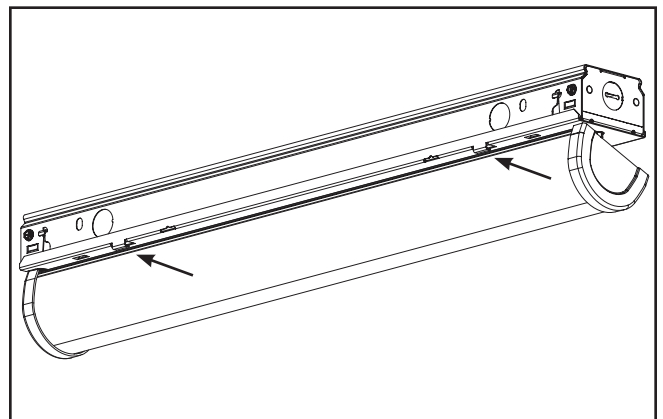

Figura 2.
2. Asegure un lado de la lente a la luminaria deslizándola a lo largo de la cubierta del canal hasta que el borde de la lente esté debajo de cada uno de los ganchos para la lente. (Figura 2.)